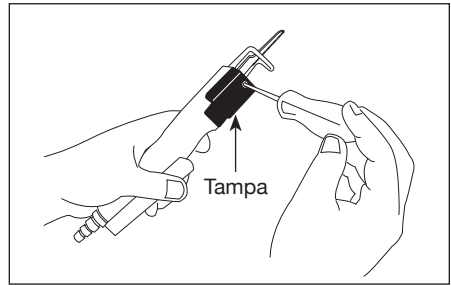

Figura 3
2. Use uma chave de fenda Phillips para afrouxar o parafuso da tampa (figura 3).